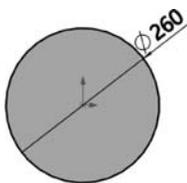
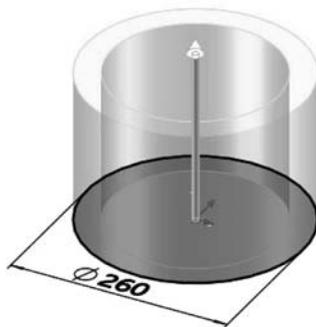

图 5-73 绘制草图
图 5-74 建立基体特征
(1) 在上视基准面绘制草图,如图 5-73 所示。
(2) 单击【特征】选项卡上的【拉伸凸台/基体】按钮,会出现【凸台-拉伸】属性管理器。
① 在【方向 1】组,从【终止条件】列表中选择【给定深度】选项。
② 在【深度】文本框内输入 180.00mm。
③ 选中【薄壁特征】复选框。
④ 在【薄壁特征】组,点击【反向】按钮,从【类型】列表中选择【单向】选项。
⑤ 在【厚度】文本框输入 30.00mm,如图 5-74 所示,单击【确定】按钮。